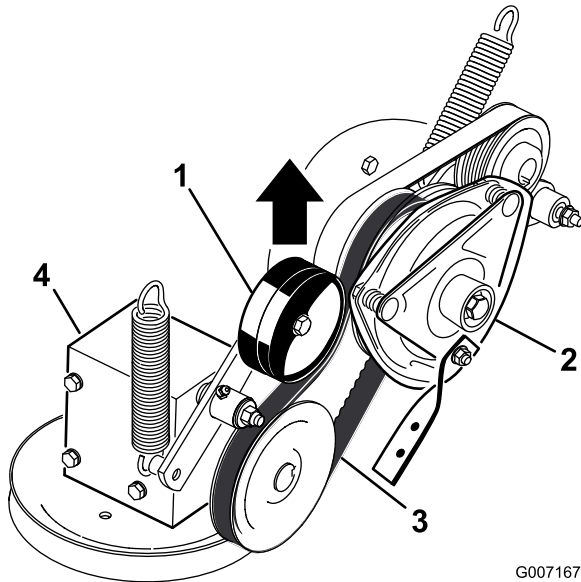

Bild 57
5. Ziehen Sie an der gefederten Spanscheibe für den Zapfwellentreibriemen und nehmen Sie den Riemen von der Kupplungsscheibe ab (Bild 57).
17. Ziehen Sie an der gefederten Spannscheibe für den Zapfwellentreibriemen und befestigen Sie diese an der Kupplungsscheibe (Bild 57).